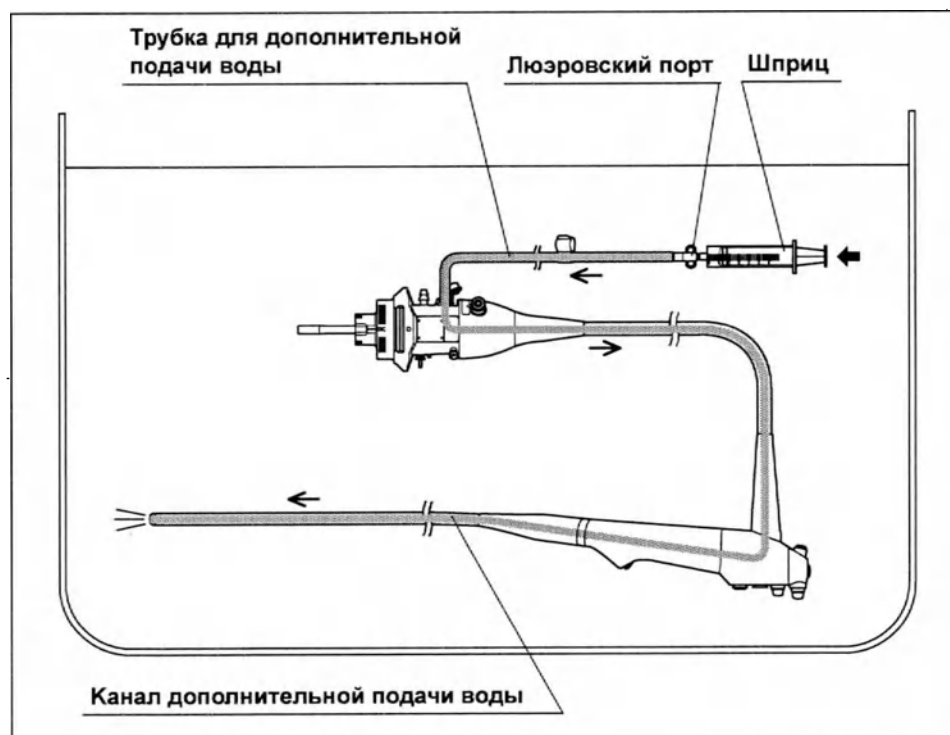

Рис. 5.52
- 9** Полностью погрузив шприц в воду, медленно наполните его водой, подсоедините шприц к люэровскому порту трубки для дополнительной подачи воды (MAJ-855) и промойте канал дополнительной подачи воды 30 мл воды. (см. рис. 5.52)